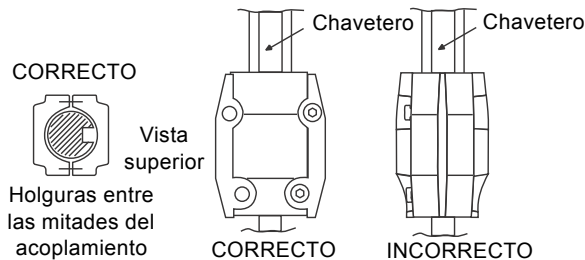

Fig. 16 Ajuste del acoplamiento para todas las bombas CR, CRI, CRN y CRT
3. Enrosque los tornillos del acoplamiento sin llegar a apretarlos. Compruebe que las holguras a ambos lados del acoplamiento sean iguales y que el chavetero del eje del motor se encuentre centrado en la mitad del acoplamiento, como muestra la fig. 16.
4. Enrosque los tornillos del acoplamiento sin llegar a apretarlos. Compruebe que las holguras a ambos lados del acoplamiento sean iguales y que el chavetero del eje del motor se encuentre centrado en la mitad del acoplamiento, como muestra la fig. 16.
Precaución Para evitar dañar las mitades del acoplamiento, asegúrese de que el chavetero del eje del motor quede centrado en la mitad del acoplamiento, como muestra la fig. 16.
4. Lubrique los tornillos del acoplamiento empleando un compuesto lubricante antiagarrotamiento. Apriete con la mano los tornillos del acoplamiento, asegurándose de que las holguras del acoplamiento son iguales por ambos lados y que el chavetero del eje del motor quede centrado en la mitad del acoplamiento, como muestra la fig. 16. Una vez apretados los tornillos lo suficiente como para que el acoplamiento se mantenga fijo, apriételos en orden cruzado.